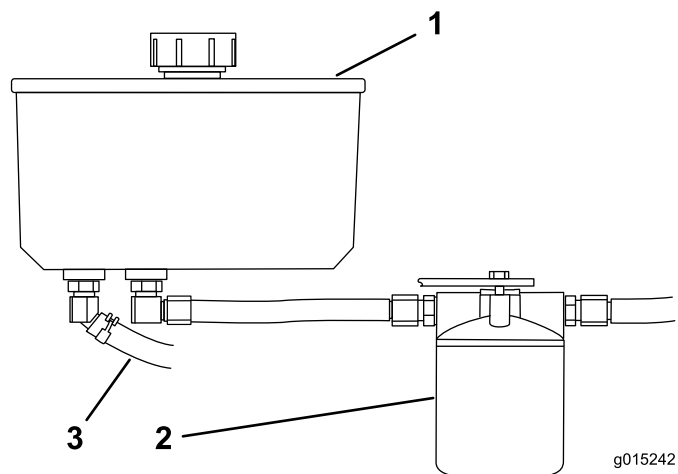

Figure 81
4. Trouvez le flexible hydraulique avant sous le réservoir hydraulique et placez le bac de vidange sous le réservoir (Figure 81).